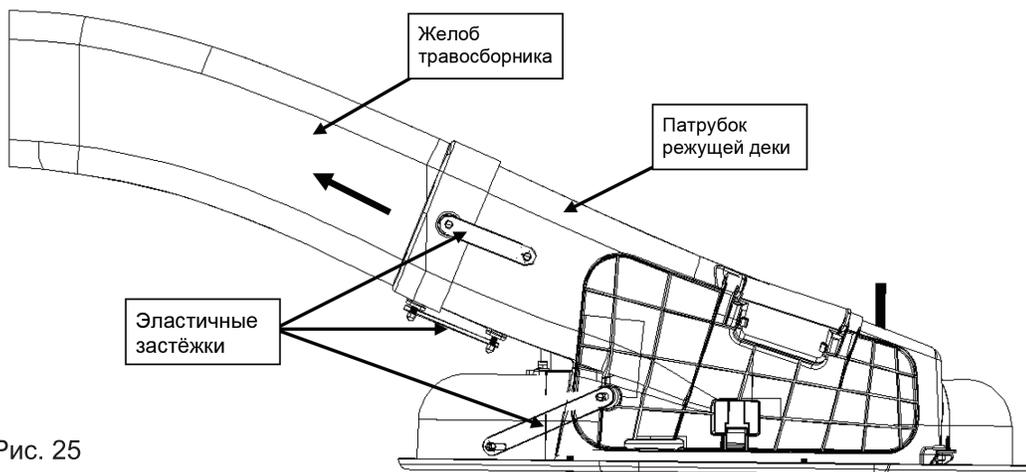

Рис. 25
3. Протолкните желоб травосборника к травосборнику, пока он не отделится от патрубка режущей деки (рис. 25).